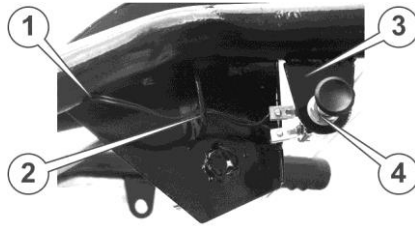

Рисунок 24. – Ліва рукоятка керма
32. Зачистити і під'єднати здвоєний провід електроживлення фари до клем вимикача фари (4) (див. рис. 24.)
34. Протиснути здвоєний провід електроживлення фари через отвір кронштейна (2) (див. рис. 24.) та направити в трубу лівої рукоятки керма через отвір (1) в цій трубі. Протиснути провід через кронштейн кріплення керма і протягнути його вздовж пластикового рукава з електропроводкою (див. рис. 24.)